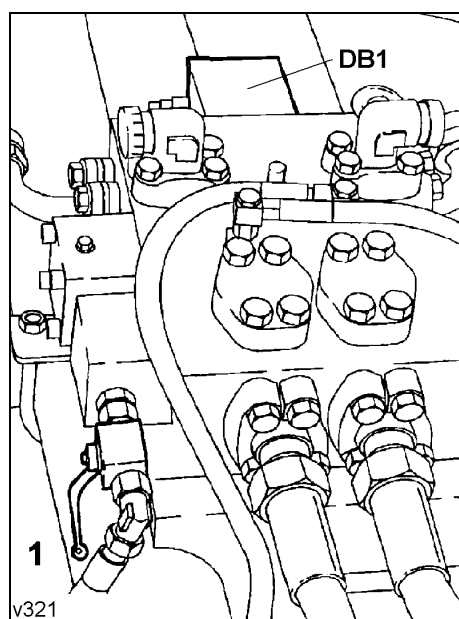

Fig. 1
- Parar la bomba de hormigón y abrir el grifo esférico 1 (Fig. 1).